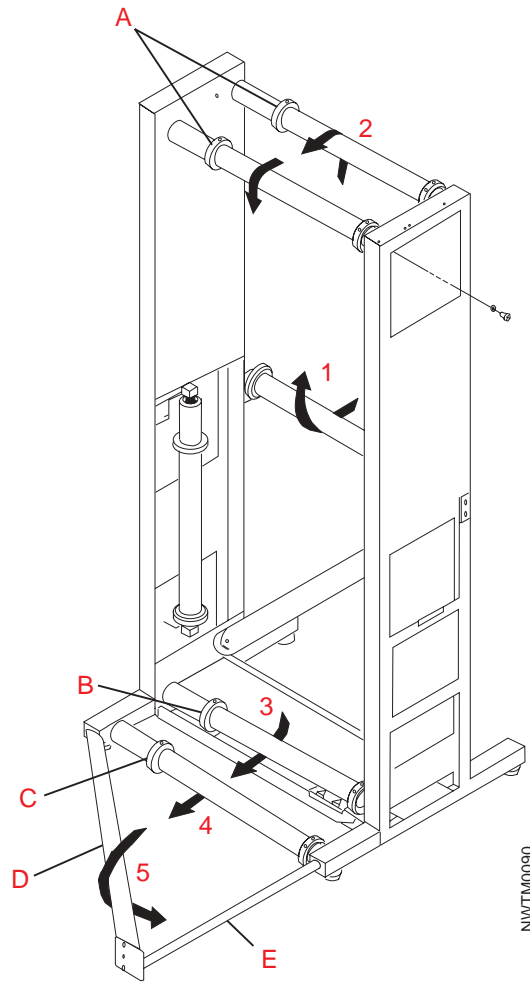
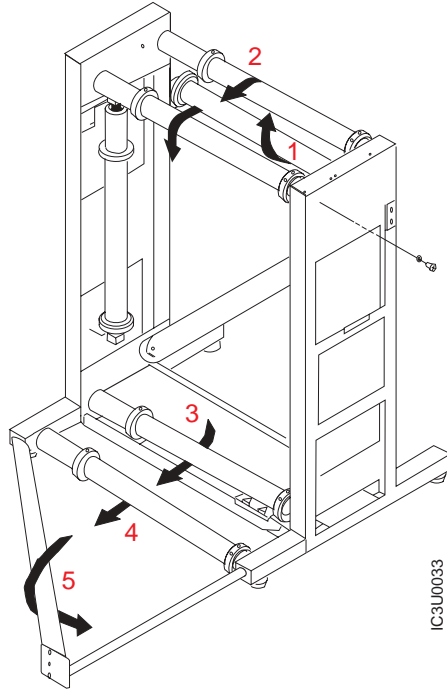

图 79. 高缓冲器 / 翻转器单元的左转角配置
图 80. 低缓冲器 / 翻转器单元的左转角配置
第 149 页的图 79 从正面显示了高缓冲器 / 翻转器单元。第 150 页的图 80 从正面显示了低缓冲器 / 翻转器单元。将打印纸穿过缓冲器 / 翻转器单元时，使用这些插图。
使用第 149 页的图 79 将打印纸穿过缓冲器 / 翻转器单元。按箭头指引，从图中中间的打印机 1 开始（箭头 (1)）至图底部的打印机 2（箭头 (5)）为止。结果是打印纸在打印机 1 与 2 间反转了 180 度并旋转 90 度角。
第 150 页的图 80 显示左角度配置的短缓冲翻转器单元。当打印纸进纸通过短翻转器时，使用该插图。结果是打印纸在打印机 1 和打印机 2 之间缓冲、翻转，并还旋转 90 度。